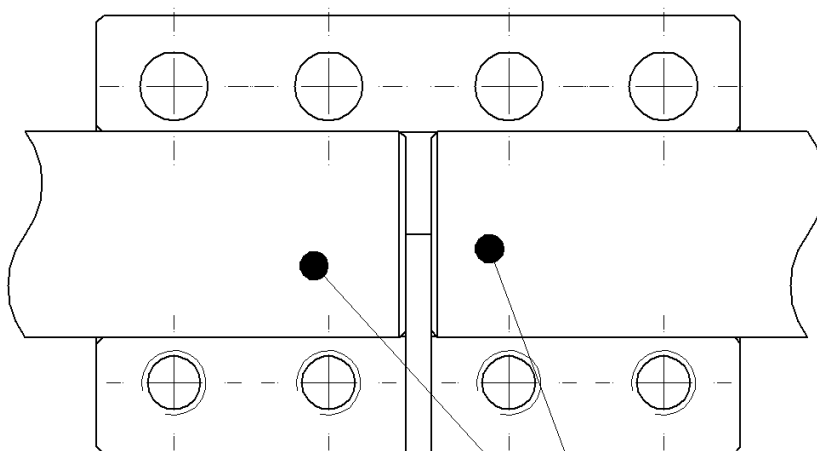

Bild 3) Ausrichten Wellenkupplung
- Die Spanschrauben von Hand leicht anziehen und die starre Wellenkupplung sowie die Wellen ausrichten (siehe Bild 3)